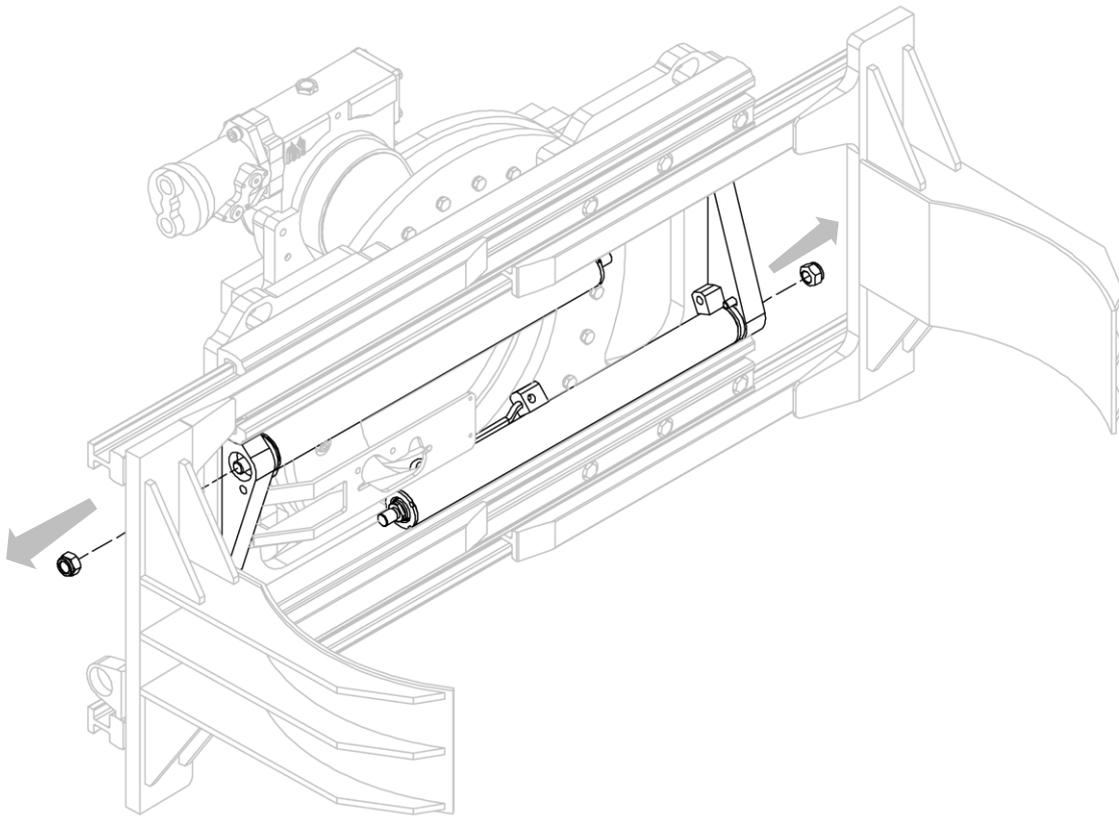

Figure 37
7. Retirer, un par un, les écrous qui raccordent les vérins à la structure de l'équipement et retirer les vérins en veillant à ne pas les endommager (voir *Figure 37*).